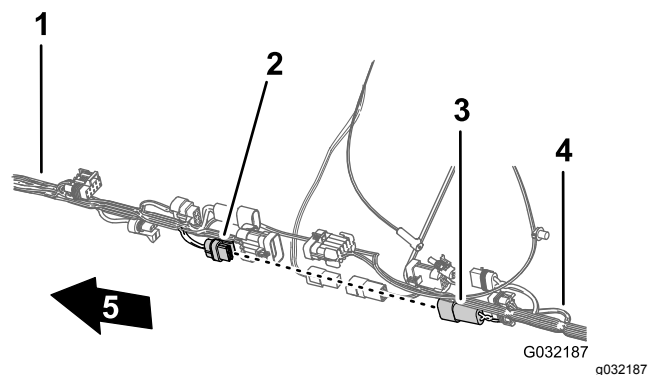

图117
4. 把用于冲洗泵的前线束 2 针接头连接至用于冲洗泵的后线束 2 插槽接头图117。